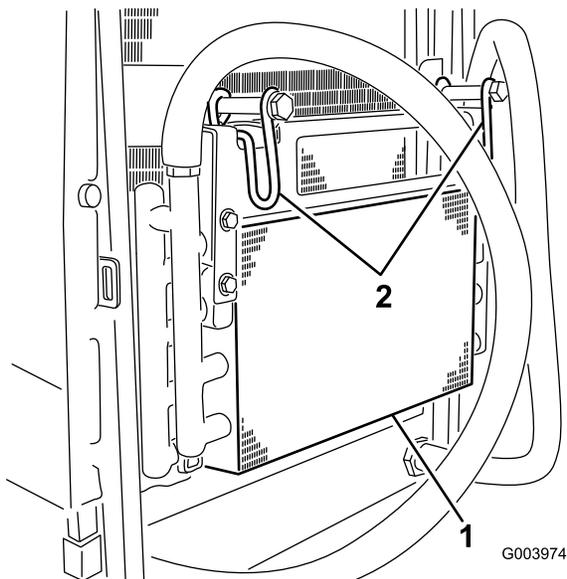

**Рисунок 67**
6. Тщательно очистите обе стороны маслоохладителя и радиатора (Рисунок 67) сжатым воздухом.